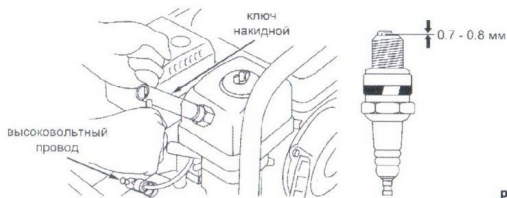

рис. 13
- вывернуть свечным накидным ключом и осмотреть свечу. Юбка свечи (между керамической частью и металлической частью) должна иметь желтовато-коричневый цвет (см. рис. 13);